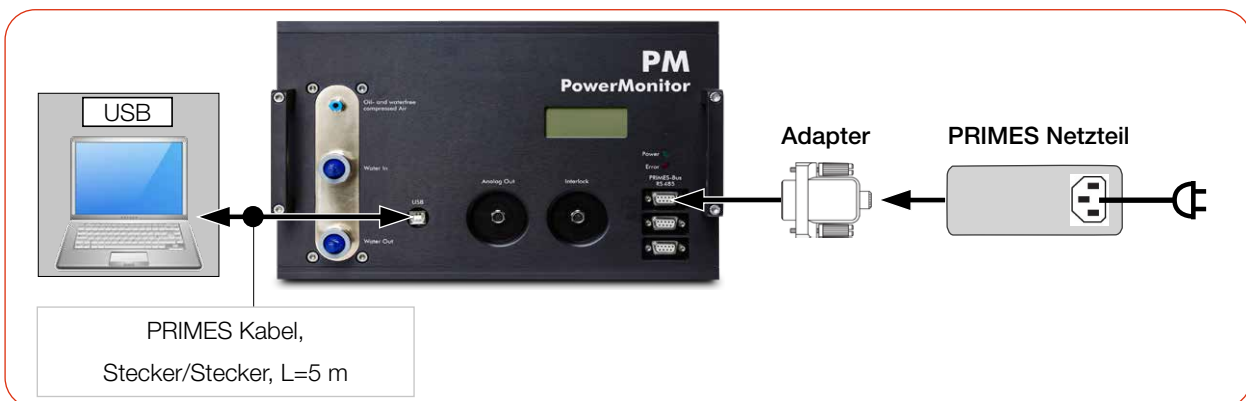

Abb. 8.6: Spannungsversorgung über PRIMES Netzteil, Datenübertragung über USB (am Beispiel des PM 100)
- Schließen Sie die Kabel gemäß der Abb. 8.6 auf Seite 28 an.